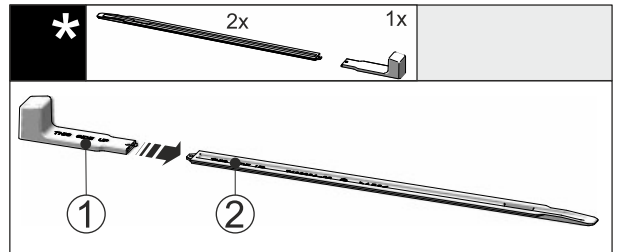

Fig. 48
- Liitä asennuskahva Fig. 48 (1) kiskoon, jota käytetään vaakatasoon säätämistä varten Fig. 48 (2).